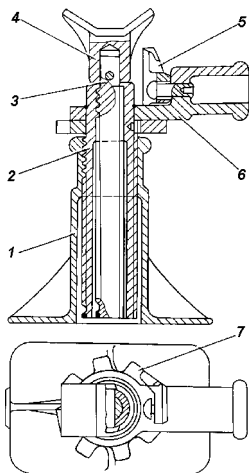

Рис. 10.1. Домкрат:
**Домкрат** (рис. 10.1) предназначен для вывешивания колес автомобиля при его техническом обслуживании или ремонте. Грузоподъемность домкрата 2 т. Наибольшая высота подъема 240 мм.